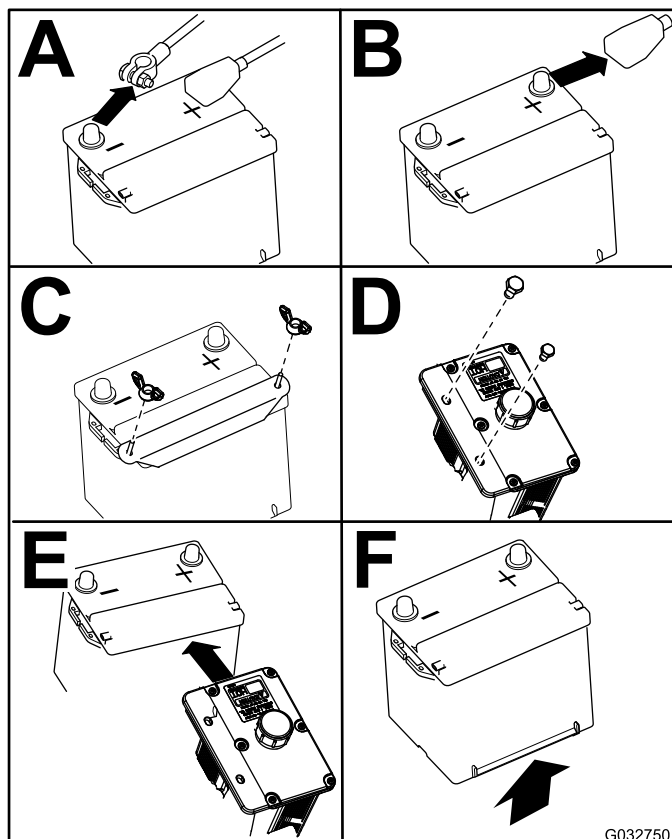

Figure 53
4. Retirez la batterie, comme montré à la Figure 53.